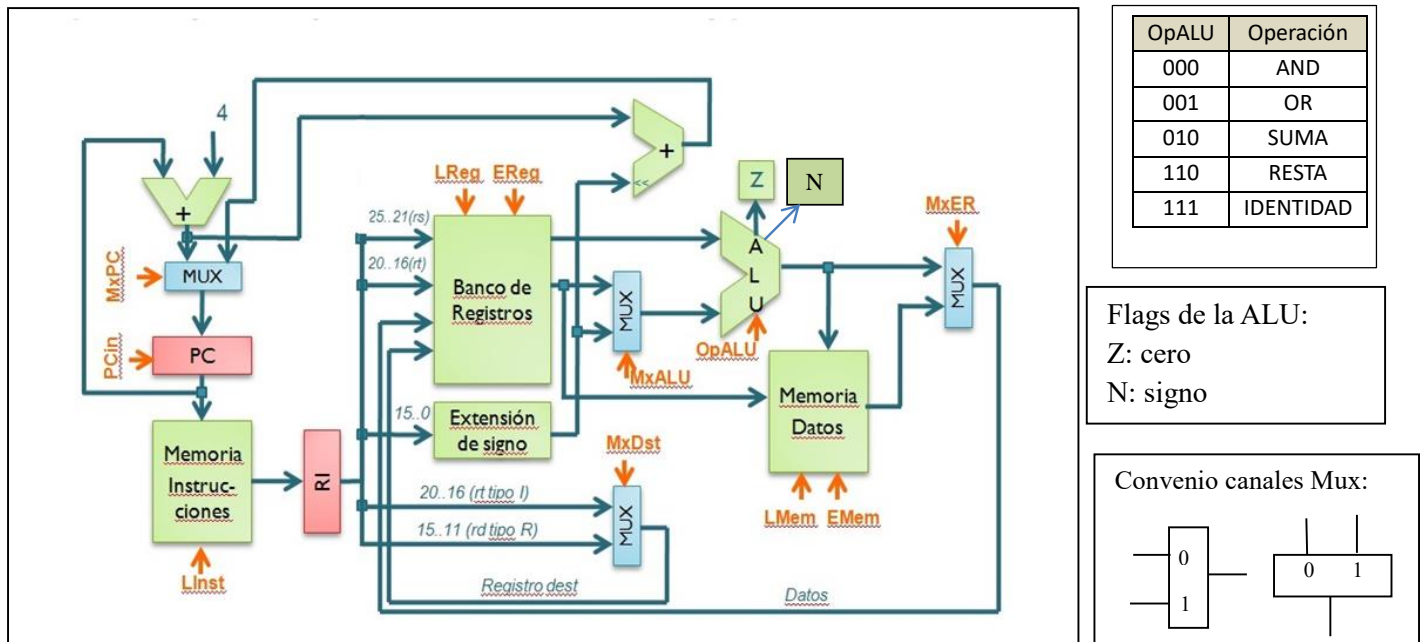

Figura 1. Ruta de los datos monociclo vista en el tema 1
**1 (2 puntos)** La figura 1 muestra la ruta de los datos monociclo básica del procesador MIPS R2000, vista en clase.
La instrucción j no se puede ejecutar en la ruta de datos de la figura 1. No tiene el circuito que calcula la dirección de salto.